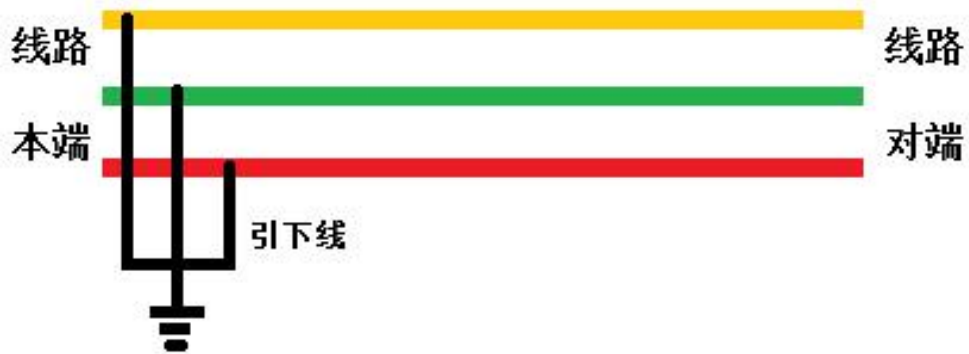
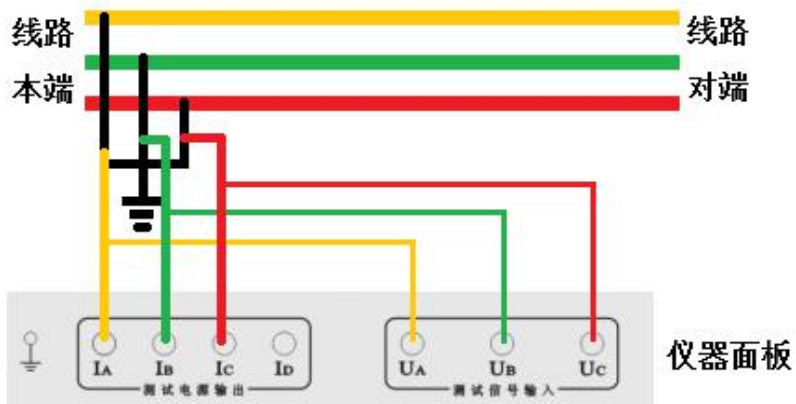

图 6-3 将被测线路本端引下线接地
图 6-4 测试线通过接地引下线引到被测线路上
- (2) 将面板左上角的接地端子可靠接地；
- (3) 将黄色测试线较粗的接面板上的 IA 端子，较细接  $U_A$  端子，黄夹子夹在接地棒前端的金属上；
- (4) 将绿色测试线较粗的接面板上的 IB 端子，较细接  $U_B$  端子，绿夹子夹在接地棒前端的金属上；
- (5) 将红色测试线较粗的接面板上的 IC 端子，较细接  $U_C$  端子，红夹子夹在接地棒前端的金属上；
- (6) 将夹有黄、绿、红测试线的接地棒分别钩到被测线路的 A、B、C 相上，如图 6-3、图 6-4。